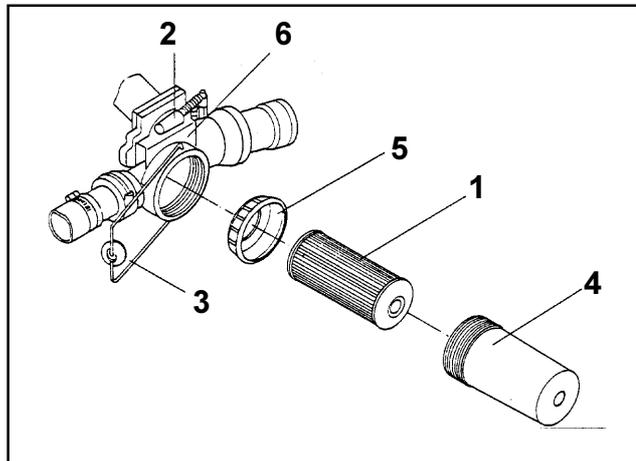

Fig. 9.1
La cartouche du filtre (fig. 9.1/1) doit être nettoyée en fin de chaque journée de travail.
- Positionnez la manette du bloc de régulation (fig. 9.1/2) sur "Füllen" (remplissage).
- Faites pivoter l'étrier souple (fig. 9.1/3) sur le côté.
- Retirez le carter du filtre (fig. 9.1/4) en le faisant tourner légèrement à droite et à gauche.
- La cartouche filtrante (fig. 9.1/1) et la bague de centrage (fig. 9.1/5) sont alors facilement accessibles.
La partie ouverte de la cartouche filtrante doit être orientée vers le carter de la vanne-filtre (fig.9.1/6).